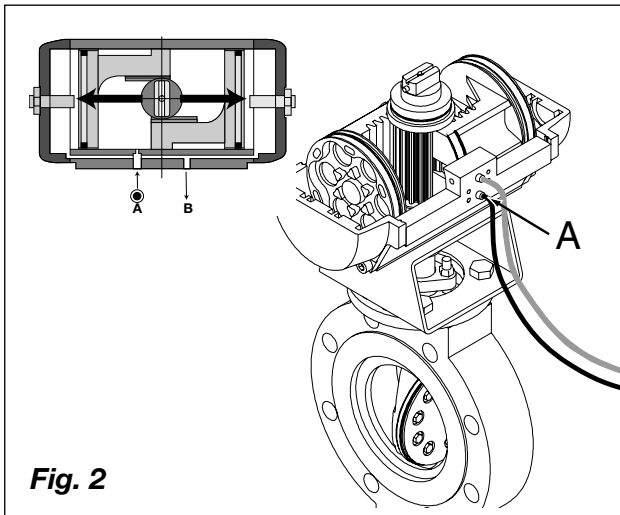

Fig. 2
- efectuarse según el esquema de las Fig. 2 a 5.